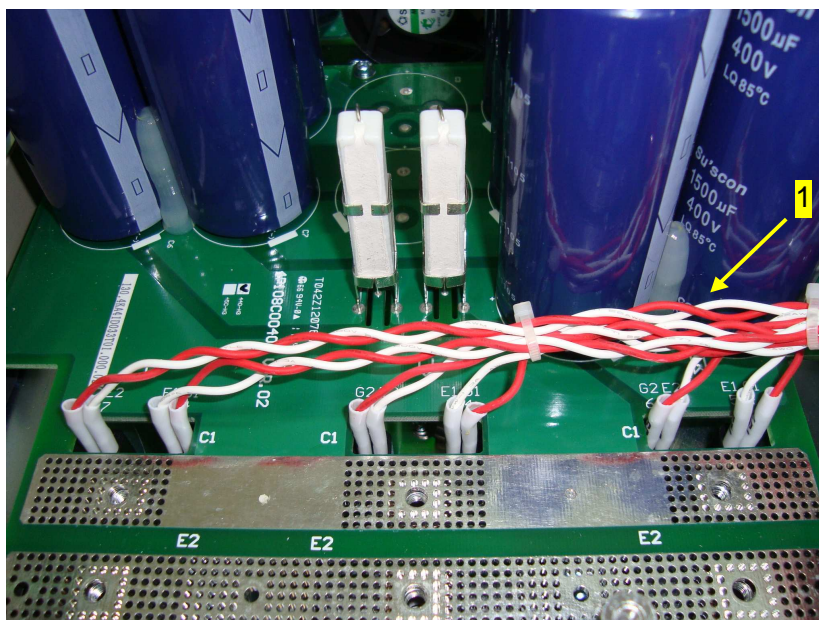

Рисунок 6.36
6.12.5 Снять наконечники проводов жгута «2» с ножевых контактов «4», «5», «6», «7» IGBT модулей MT1, MT2, MT3 (рисунок 6.36):